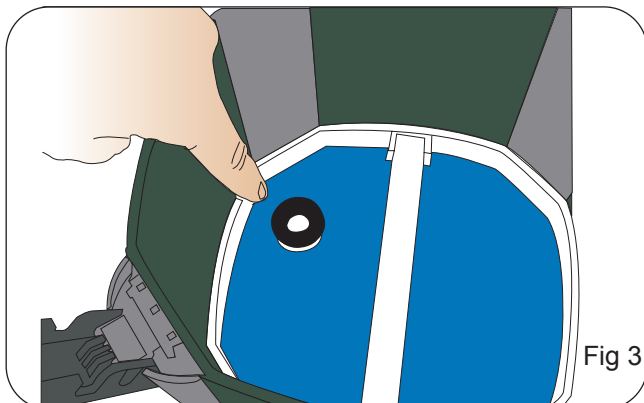

Fig 3
3. Replacez les paniers de filtration dans le filtre en suivant l'ordre indiqué à la page 3. Vérifiez que les paniers de filtration sont bien à plat les uns sur les autres et que le tuyau d'entrée du filtre comporte le joint torique noir à son extrémité. Fig. 3. Vérifiez que la grille de filtration est remise en place au dessus du dernier panier de filtration. Ceci est très important.
13. Retournez l'unité de tête, tournez le couvercle de verrouillage de l'impulseur dans le sens anti-horaire et retirez-le. Fig. 3